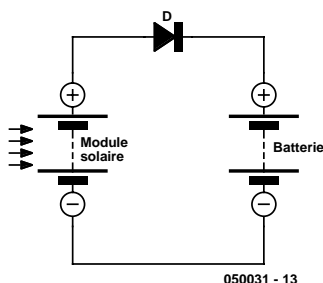

Figure 4. Cette électronique est suffisante dans le cas d'un module de très faible puissance.
– que l'on ait régulation du courant de charge. Il faudra veiller à ce que la puissance du module et que la capacité de l'accu soient dimensionnées correctement pour éviter une surcharge dommageable (cf. plus bas). Dans le noir, une batterie connectée directement se décharge partiellement par un faible courant à travers le module solaire. Il suffit du petit circuit de la **figure 4** pour éliminer ce problème. Il va sans dire que ce circuit sans régulateur de charge peut aussi être utilisé avec des systèmes de très faible puissance tant que le courant produit par le module solaire est plus faible que le courant de surcharge encore admissible par l'accu. Les accus